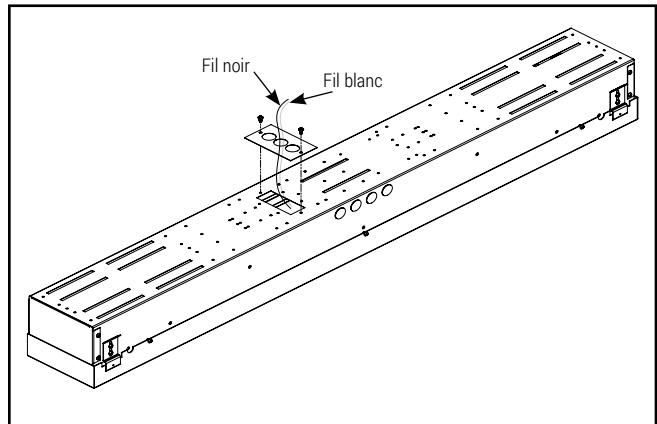

Figure 3.
2. Introduisez l'interrupteur d'alimentation électrique par l'entrée défonçable de 2,22 cm (0,875 po) de la plaque d'accès (figure 3).